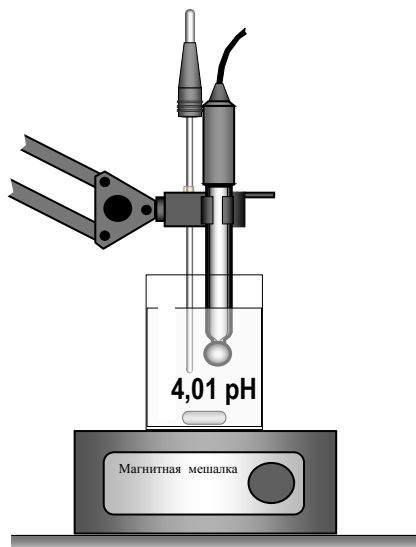

Рисунок 39
- поместить электроды и термокомпенсатор в стакан с образцовым раствором (рис. 39);